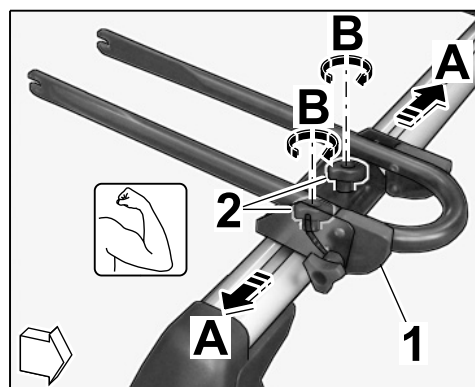

Figura 27
6.1.3 Empujar o tirar del soporte de rueda delantera hasta la posición deseada en el sistema de transporte de techo (⇒ *Figura 27-A*) y apretar las tuercas de muletilla M6 (⇒ *Figura 27-B*).